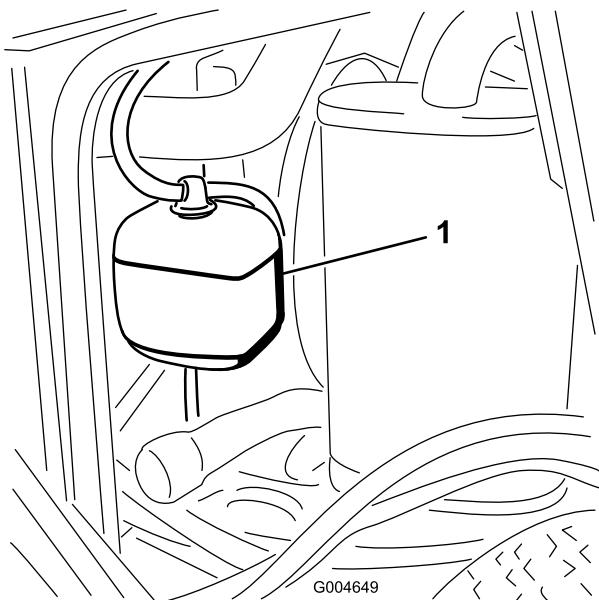

Figura 55
1. Controllate il livello di refrigerante nel serbatoio di espansione (Figura 55). Il livello di refrigerante